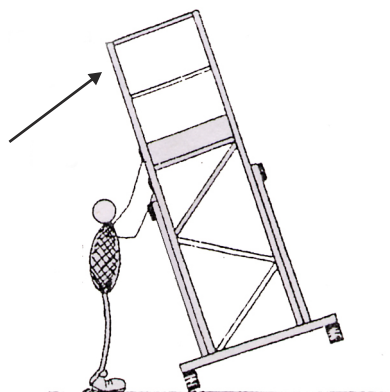

Fig. 5
6. porre la scala in piedi (Fig. 5).